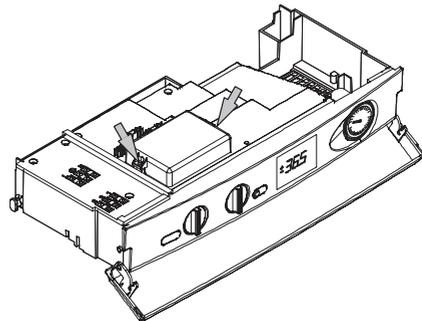

Рисунок 5.22
- Открутите два винта (см Рисунок 5.22) и откройте крышку клеммной колодки внешнего датчика и выносной панели управления.